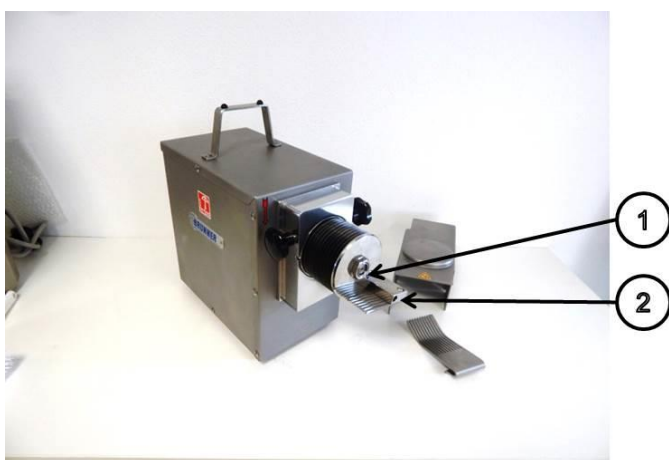

Abbildung 11: Auswurfkamm
Als Nächstes kann der Auswurfkamm (2) in Abbildung 11 auf die Achse (1) aufgesteckt werden, den Kamm Waagrecht bis zum Anschlag aufsetzen, es ist darauf zu achten, dass der Kamm sauber zwischen den Messern verläuft.